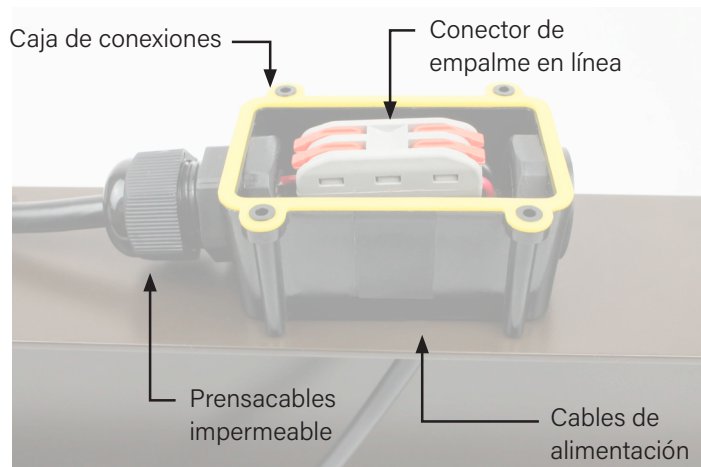

Figura 1.
- Pase los cables de alimentación por el orificio de acceso en la parte superior de la viga; por el orificio de acceso en la parte inferior de la caja de conexiones. (Figura 1)
- Pase el cableado del motor a través del prensacables. (Figura 1)